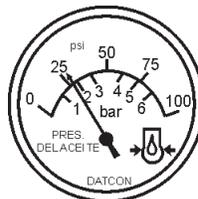

Figura 49. Medidor de presión del aceite
12. El medidor de presión del aceite (Figura 49) indicara la presión del aceite del motor (kg/ cm²). Bajo condiciones normales de operación, la presión del aceite es de aproximadamente 35~65 PSI.